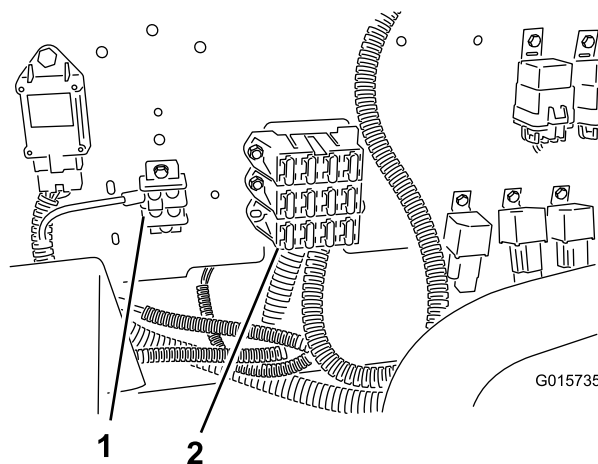

Рисунок 17
предохранителей регулятора, подключенный к жгуту проводов, прикрепив его под нижним блоком предохранителей (см. Рисунок 17).
4. Подключите вывод заземления, расположенный на жгуте проводов, к клеммной колодке заземления (Рисунок 17).